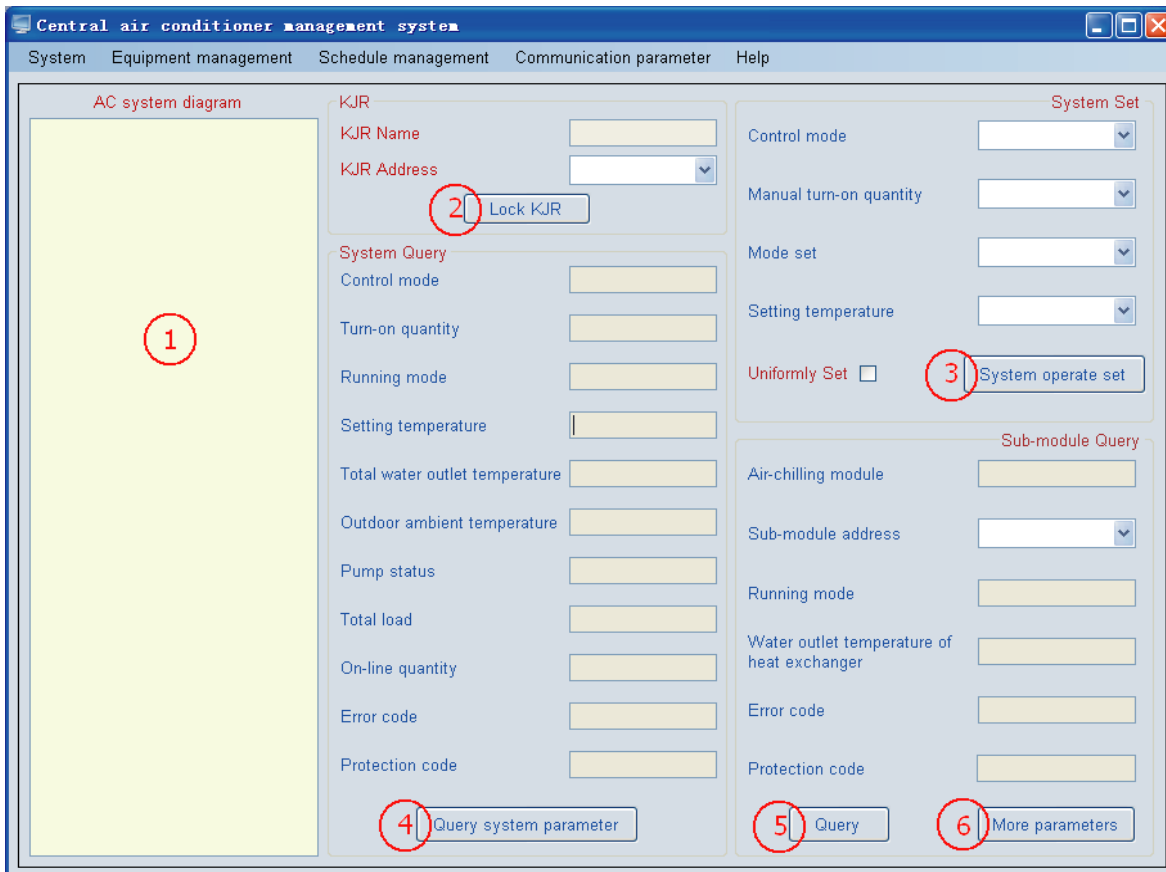

Рис. 4-7
Главный интерфейс данного программного обеспечения показан на Рис.4-7, далее представлено его детальное описание:
2) “AC system diagram” («Схема системы кондиционирования») (см. пункт ① на Рис. 4-7) представляет собой следующую системную конфигурацию: максимальное количество подключаемых к компьютеру проводных пультов управления – 16. Данный тип проводного пульта управления совместим с модулями мощностью: 25 кВт, 30 кВт, 60 кВт, 65 кВт, 120 кВт, 180 кВт и т.д. Общее число подключаемых к проводному пульту управления submodule – 16. См. раздел “Software application” («Программное приложение») для получения информации о максимальном количестве подключаемых к проводному пульту управления submodule, а также количестве совместимых между собой модулей и submodule.
3) “Lock KJR” («Блокировка/разблокировка проводного пульта управления KJR», пункт ② на Рис. 4-7): предназначен для блокировки/разблокировки выбранного проводного пульта управления, а также для ограничения его функциональности в процессе управления системой кондиционирования.
4) “System operate set” («Настройка работы системы», пункт ③ на Рис.4-7): предназначен для настройки работы выбранной системы кондиционирования.
5) “Query system parameter” («Запрос информации по параметрам системы», пункт ④ на Рис.4-7): при выборе данного пункта отображается информация по параметрам выбранной системы кондиционирования.
6) “Query” («Запрос информации», пункт ⑤ на Рис. 4-7): при выборе данного пункта отображается информация по параметрам выбранного submodule.
7) “More parameters” («Больше параметров», пункт ⑥ на Рис.4-7): при выборе данного пункта отображается расширенная информация по другим параметрам.